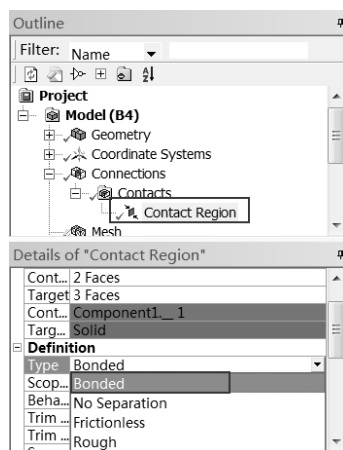

图 9-56 接触类型设置
Step2: 选择 Mechanical 界面左侧 Outline (分析树) 中的 Connections Contacts Bonded Component 命令, 在如图 9-56 所示的 Details of “Bonded Component” 面板中做如下设置。